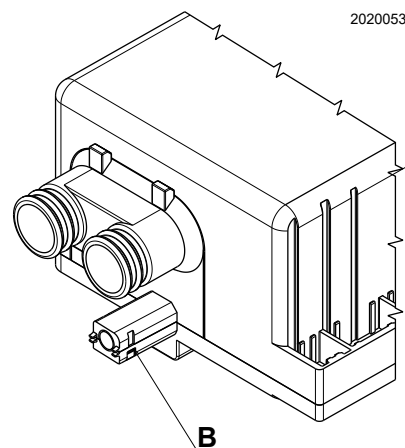

Fig. 17
- sortir le capteur de flamme **B** de son siège (Fig. 17).